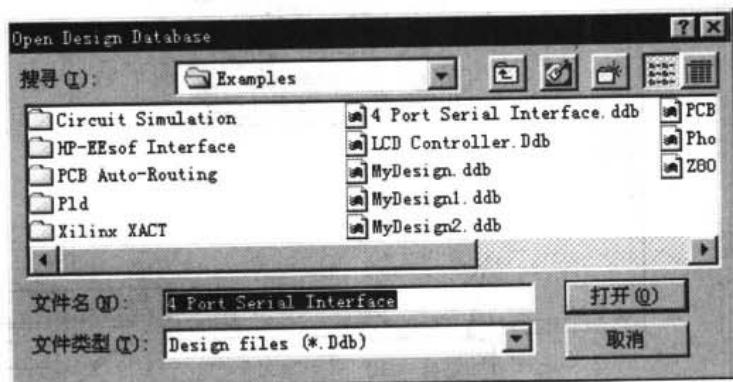

图 1-3 Open Design Database (打开设计数据库) 对话框
- (1) 执行 File|Open 命令，或单击主工具栏中的 Open Document (打开文档) 按钮 。
- (2) 执行命令后，出现如图 1-3 所示的 Open Design Database (打开设计数据库) 对话框。可以使用此对话框查找或输入所要打开的设计数据库名。